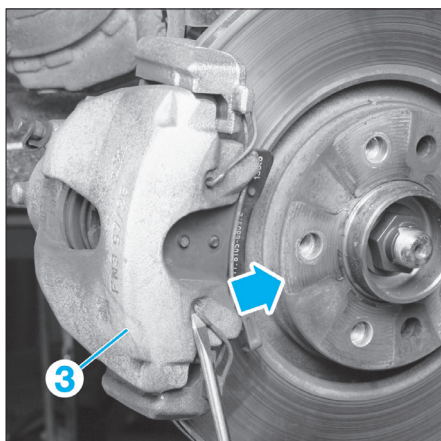

FIG. 5
- Dégager le ressort de retenue (3) (fig. 5).